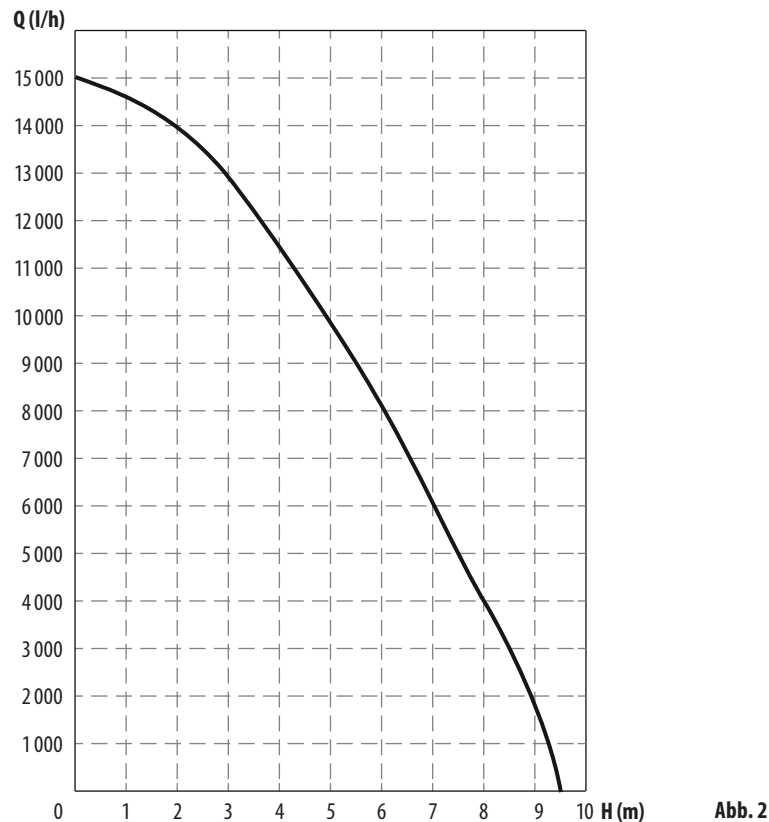

Abb. 2
- ¹⁾ Das Flussdiagramm (Abb. 2) zeigt die Abhängigkeit des Durchflusses von der Förderhöhe. Je kleiner die Förderhöhe, desto größer der Durchfluss. Der angegebene maximale Durchfluss wird unter idealen Bedingungen bestimmt, wenn Faktoren, die ihn reduzieren, ausgeschlossen werden, so dass der Durchfluss mit anderen Pumpenmodellen vergleichbar ist. Der Durchfluss / Förderhöhe hängt auch von der Länge des Förderschlauchs ab, wobei 10 m Förderschlauch in horizontaler Position ca. 1 m Förderhöhe entsprechen. Der Durchfluss wird durch die Schlauchverbindungen oder Armaturen am Schlauch reduziert, da diese einen kleineren Innendurchmesser als der Schlauch haben.